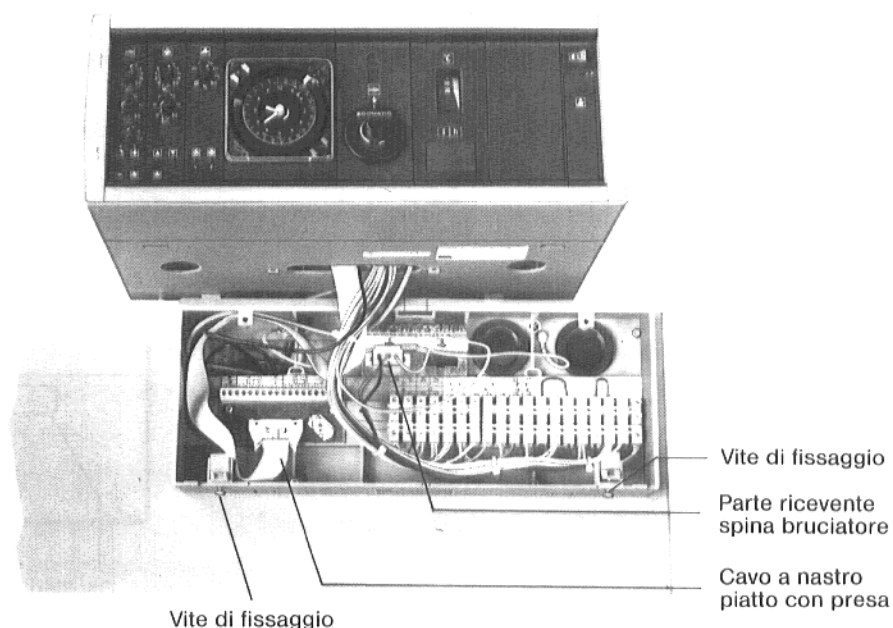

Fig. 11: Apparecchio di regolazione e basetta
13. Stabilire il collegamento fra l'apparecchio di regolazione e la basetta inserendo gli spinotti nella morsettiera secondo le marcature e stringere a fondo le viti d'arresto (Fig. 11).
16. Inserire da sotto la spina del bruciatore nella parte ricevente nella basetta (Fig. 11).
18. Porre l'apparecchio di regolazione sulla basetta, spingere le alette posteriori negli alloggiamenti ed avvitare entrambe le viti di fissaggio (Fig. 11 e 12 – flecche).